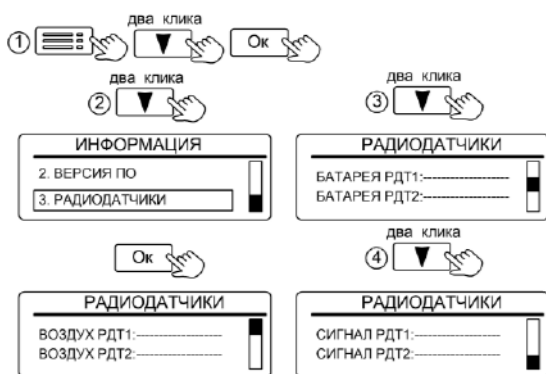

Рисунок 30. Вид вкладки «РАДИОДАТЧИКИ»
**11.3.3 Окно «3.РАДИОДАТЧИКИ»** отображает информацию о температуре воздуха в зонах, где они установлены (рис. 30).